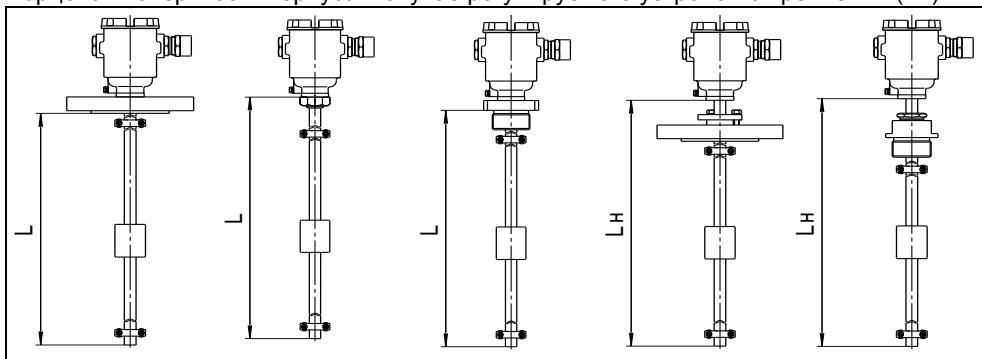

Рисунок 5
1.4.5 Преобразователи могут изготавливаться с длиной направляющей в соответствии с 1.2.1 (см. рисунок 5). Длина направляющей – это расстояние от торцевой поверхности направляющей до уплотнительной поверхности фланца или резьбового штуцера в случае нерегулируемого устройства крепления (**L**) или до торцевой поверхности корпуса в случае регулируемого устройства крепления (**L_h**).